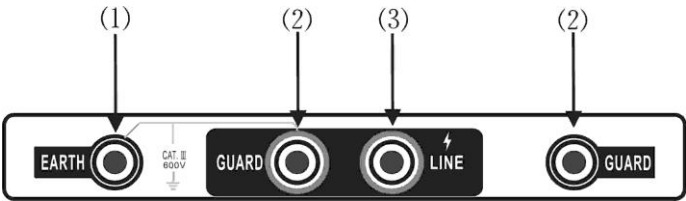

图 3：测试端接线图
- 3、将带高压测试线红色插头端插入（3）LINE端，绿色插头端插入（2）GUARD端，另一端探针或夹子接于被试设备的高压导体上。将测试线副线（绿色）插入（2）GUARD端（右手边），另一端接于被试设备的高压护环上，以消除表面泄漏电流的影响（详见“屏蔽端的使用方法”相关内容。将另外一根黑色副线测试线插入地端（EARTH）（1）端，另一头接于被试设备的外壳或地上，如图3所示。